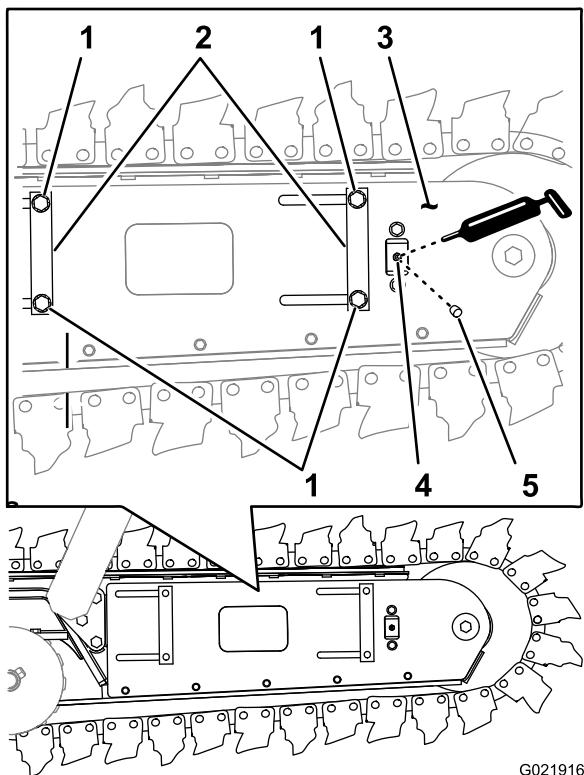

Figure 34
- Localisez le capuchon antipoussière du graisseur sur la plaque latérale du côté gauche de l'élinde (Figure 34).
- Nettoyez la surface autour du capuchon antipoussière avec un solvant de nettoyage (Figure 34).
- Avec une pince à becs longs, tournez le capuchon antipoussière dans le sens antihoraire et déposez-le du graisseur (Figure 34).
- 4 boulons pour l'élinde courte (Figure 34)